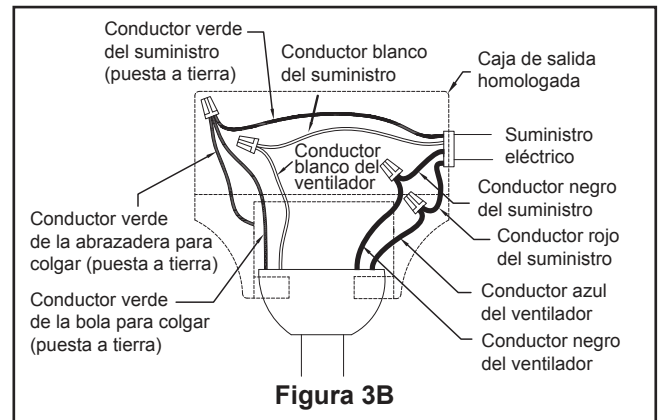

Figura 3B
2. Una vez haya hecho las conexiones, teniendo cuidado de no pillar los cables. Poniendo los cables blancos y verdes a un lado de la caja y los negros hacia el otro lado. Coloque los cables hacia arriba y empújelos cuidadosamente hacia dentro de la caja de la toma de corriente, los cables deben ser colocados de forma extendida poniendo el conductor de la toma de tierra y el conductor de toma de tierra del equipo a un lado de la caja, colocando el conductor sin toma de tierra en el otro lado de la caja. (Figura 3B)
- 3B—FP6285B\*\*.** Fije adecuadamente el adaptador de 9 pines desde el motor a la sujeción del arnés del cable ubicado dentro de la unidad del kit de iluminación. (Figura 3B)